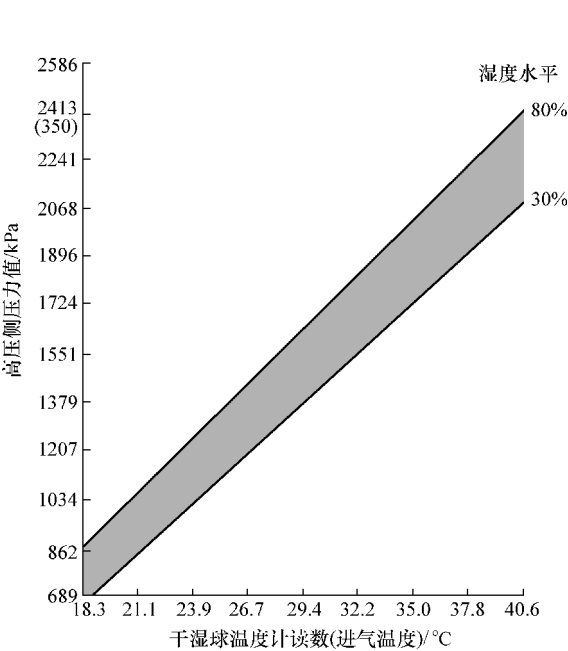

图 7-6 高压侧压力/进气温度图
5) 记录高压侧压力/进气温度,并对高压侧压力/进气温度图进行评价,如图 7-6 所示。高压侧压力与周围空气温度在